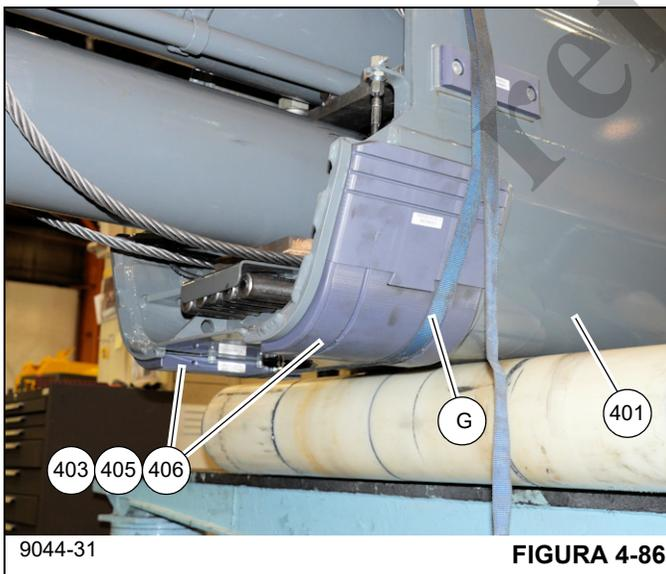

FIGURA 4-86
35. Instale suplementos (403) y almohadillas de desgaste (405, 406) en la parte inferior (como está orientada) de la sección telescópica 3 (401). Alinee los agujeros en los suplementos con los pasadores en la sección telescópica 3. Conecte los adaptadores (410) en el agujero delantero de cada almohadilla de desgaste (405). Fije las almohadillas de desgaste a la sección telescópica 3 (401) usando una tira de trinquete (G) (vea la Figura 4-86 y la Figura 4-87).